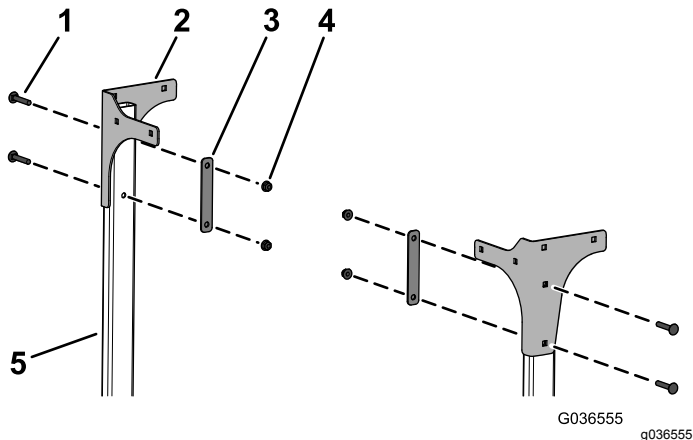

Bild 8
7. Befestigen Sie die hinteren Platten an der linken und rechten Seite lose mit vier Schlossschrauben (5/16" x 1 3/4"), zwei Stützplatten und vier Bundmutter (5/16") an den Rohren, wie in Bild 8 abgebildet.